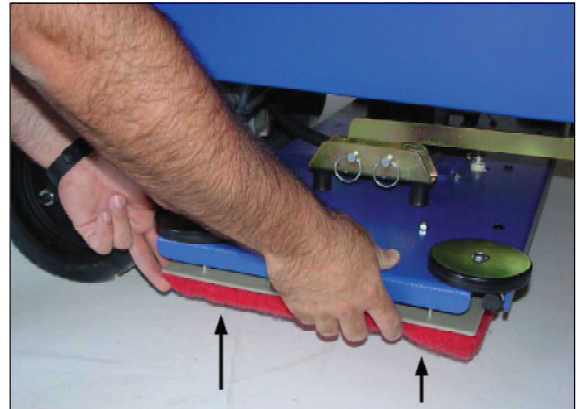

Abb. 15
5. Drücken Sie die Bürste oder das Reinigungspad unter den Treibtellern nach unten. Siehe Abbildung 15.